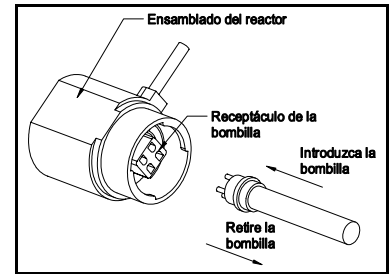

Figura 4
7. Instale la bombilla en el reactor. No toque la bombilla con las manos. Los aceites en las manos tienden para acortar intensidad del bulbo. (Consulte la figura 4)
3. Retire la bombilla del receptáculo. (Consulte la figura 4.)